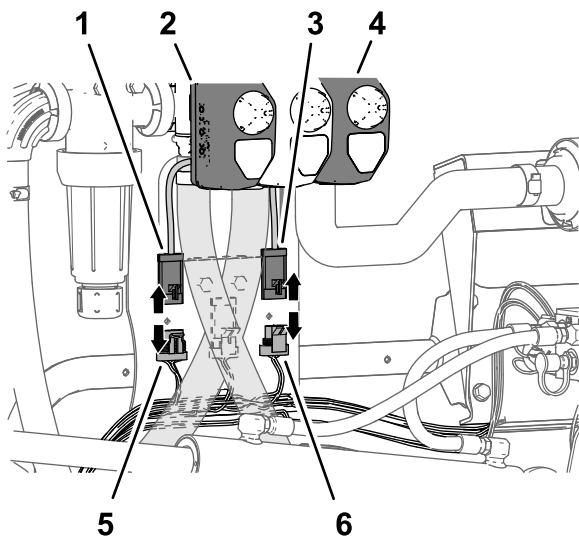

Figura 32
3. Desligue o conector de três tomadas da cablagem da máquina rotulado VÁLVULA DE PULVERIZAÇÃO PRINCIPAL (master spray valve) do conector de três pinos do acionador da válvula de pulverização principal (Figura 32).